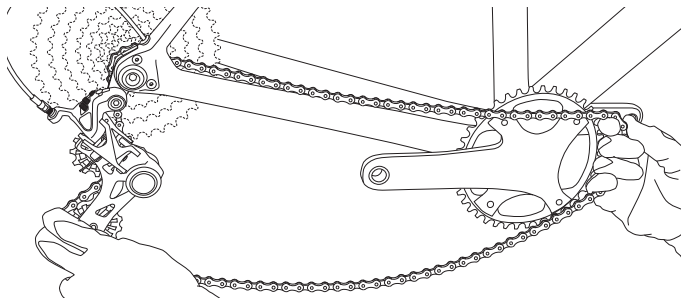

Abb.12
- Drücken Sie den Schwenkbügel nach unten, um die Kettenspannung zu verringern und bringen Sie die Kette wieder auf dem Kettenrad an (Abb. 12). Wenn die Zähnezahl des neuen Kettenrads im Vergleich zum zuvor montierten Kettenrad um 6 Zähne variiert (von 38 auf 44 Zähne oder umgekehrt), muss die korrekte Kettenlänge neu angepasst werden. Bei geringeren Abweichungen der Zähnezahl ist es nicht notwendig, die Kettenlänge zu ändern.